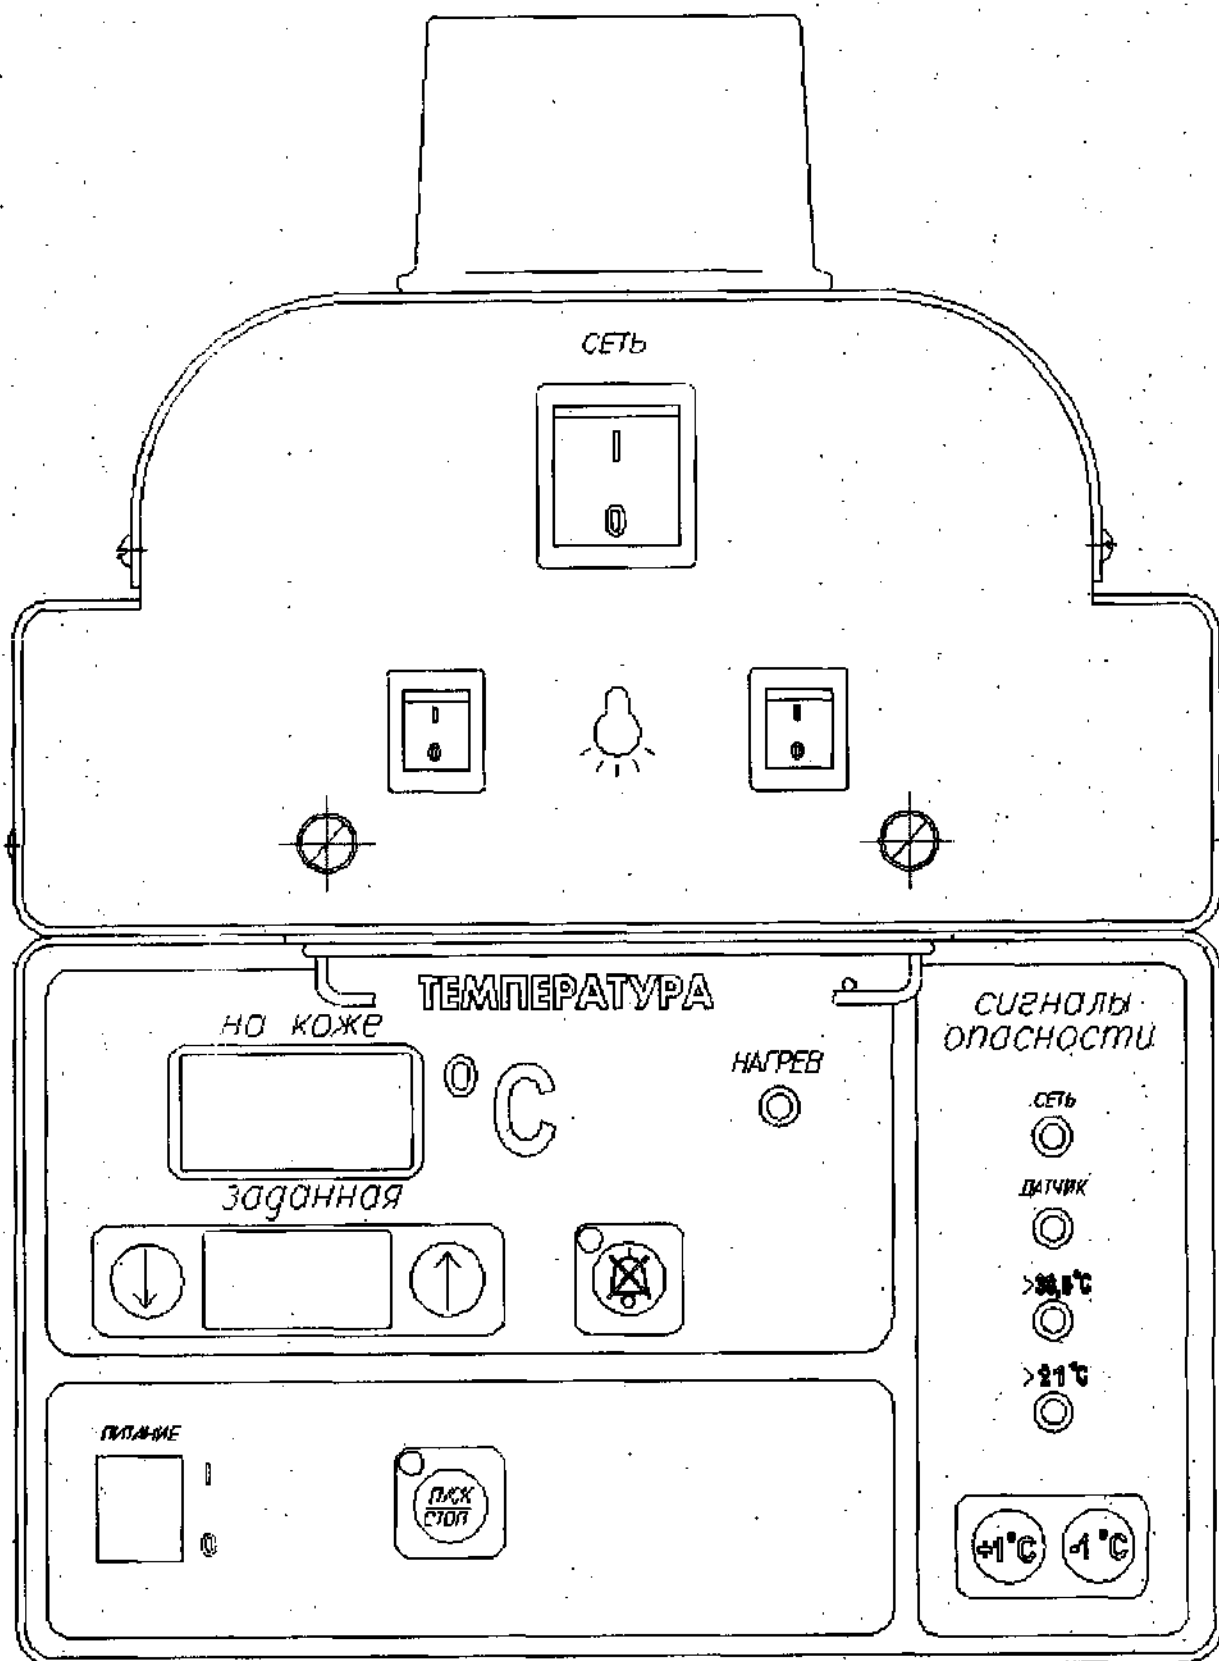

Рисунок 2 – Блок обогрева. Вид спереди.
1.5.1 Передние панели (см. рисунок 2):